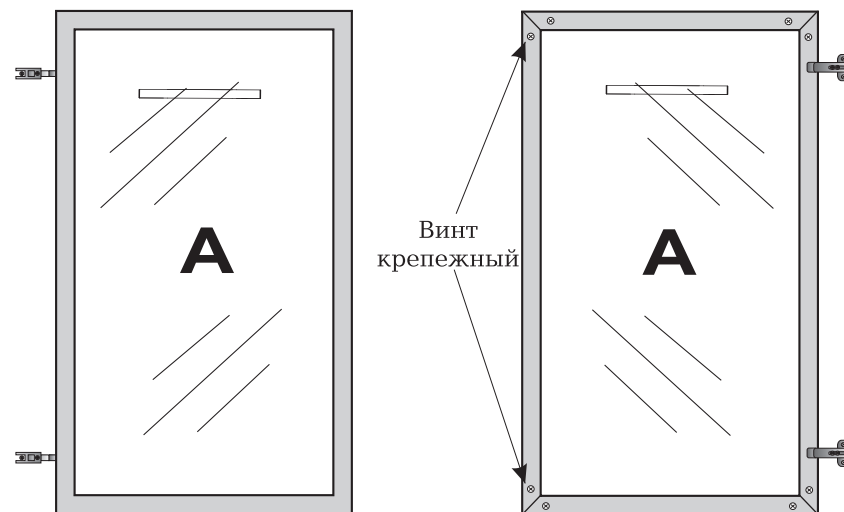
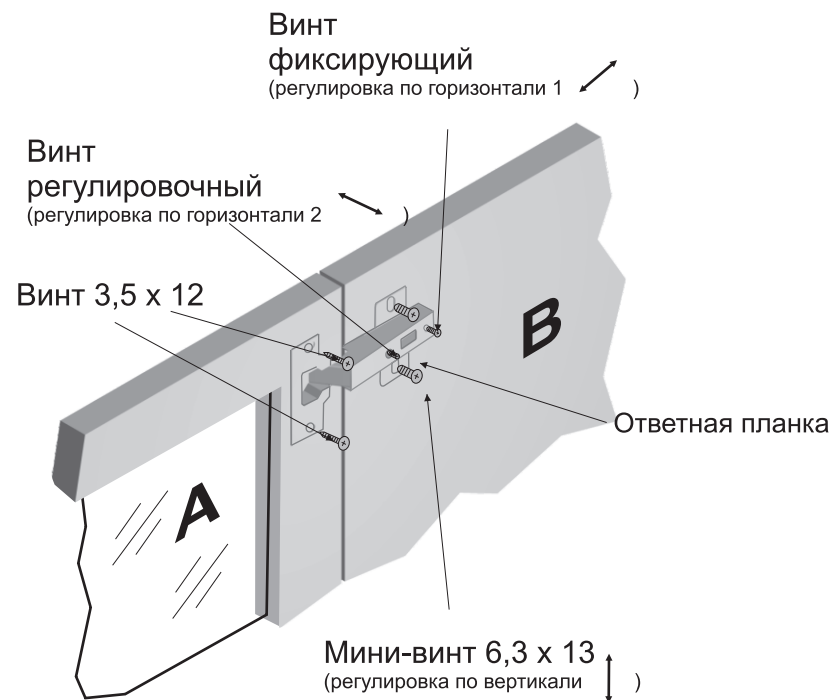

Рис.1
Рис.2
Сборка производится согласно Рис.1
**ВНИМАНИЕ!!!** Дверь имеет универсальную навеску, при навеске двери необходимо обратить внимание на расположение сверлений под ручку, при необходимости разобрать рамку (открутить крепежные винты на рамке см. Рис.1) и установить стекло в нужное ВАМ положение.
Прикрутите ответные планки (1б) к боковине В, используя мини винты (3). Прикрепите шарниры (1а) к двери А винтами (2) (См. Рис. 1 - 2). Прикрепите дверь с шарнирами к ответным планкам, используя фиксирующие и регулировочные винты (См Рис. 2). Отрегулируйте положение двери по горизонтали и вертикали, с помощью регулировочных и фиксирующих винтов (См. Рис. 2). Используя подкладки для ручки (5) прикрепите ручку (4) к двери А, винтами прилагаемым к ручке. Прикрепите демпфер (6) к боковине или полке каркаса шкафа.